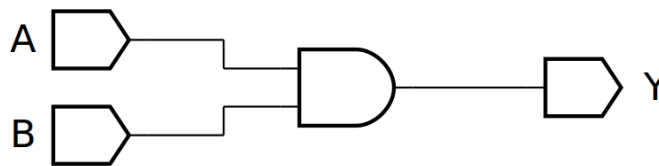
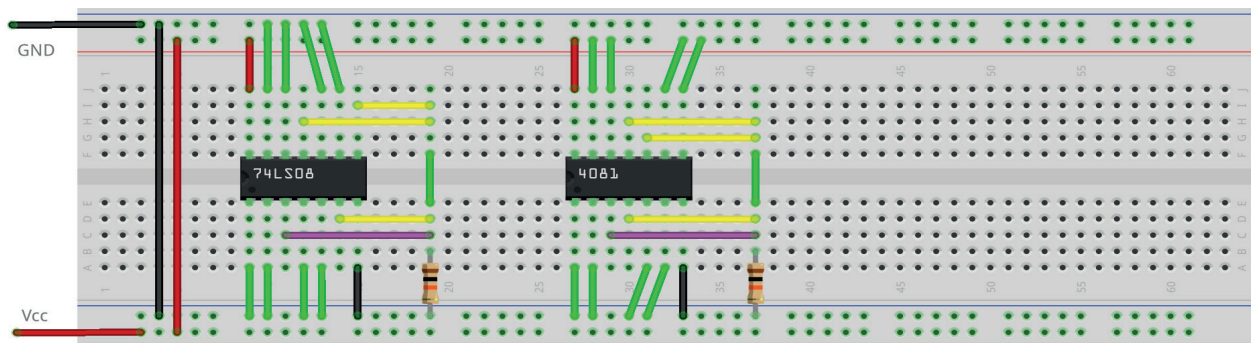

Figura 3.4 – Diagrama esquemático.
Figura 3.5 – Placa de montagem com componentes.
1. Monte o circuito da figura 3.4, conforme mostrado na figura 3.5, na placa de montagem.
- d) Conecte os fios verdes. Os fios verdes estão conectados ao terra e portanto fornecendo valor lógico (0) às entradas de todas as portas do CI.
26. Utilizando o software de simulação SmartSim, simule a porta E (AND) de acordo com a figura 3.4. Compare a simulação com a tabela 3.1.